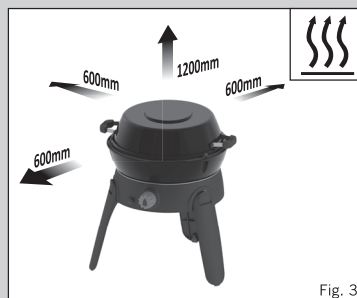

Fig. 3
- Sørg for at enheten er tilstrekkelig langt ifra antennelige materialer under bruk. Minimum sikkerhetsavstand er: Over enheten 1,2 m. Bakved og på siderne 600 mm. (Se fig. 3)